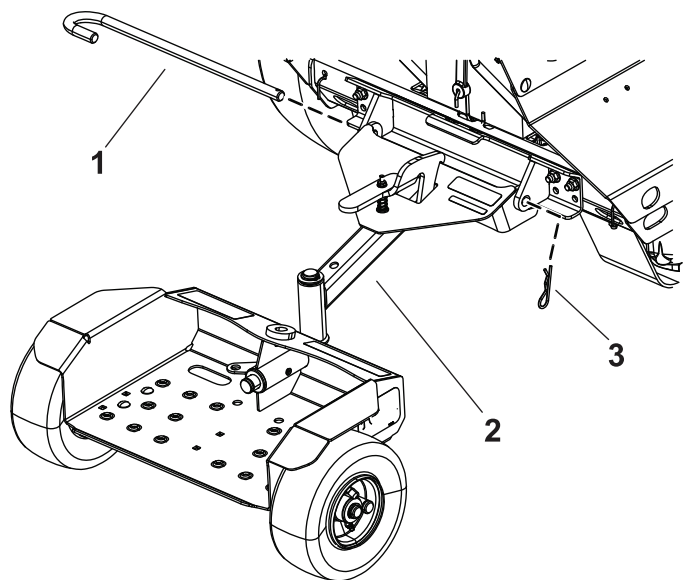

Figure 3
2. Fixez le sully au support à l'aide de l'axe de pivot et de la goupille fendue (Figure 3).